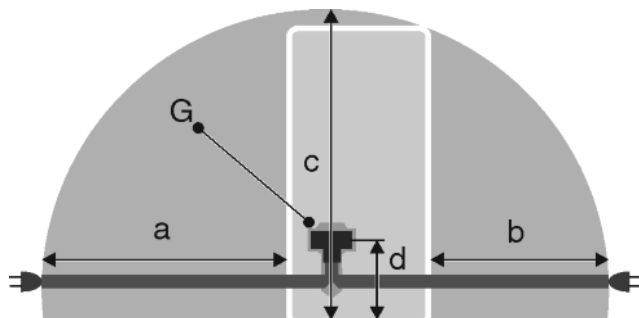

Fig. 31
- Zásuvka sa nachádza mimo oblasti zadnej strany zariadenia v uvedenej oblasti *Fig. 31 (a, b, c)*.
- ▶ Zástrčku zariadenia *Fig. 31 (G)* zastrčte na zadnej strane zariadenia. Dbajte na správne zaklapnutie.